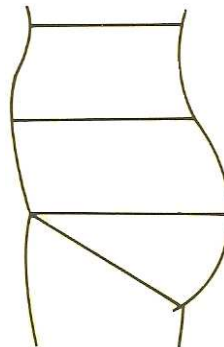

Figure 8 : Forme droite à la taille avec emboîtement (29)
- Forme droite à la taille avec emboîtement (enveloppante) : pour femme, abdomen peu bombé (Figure 8) ;